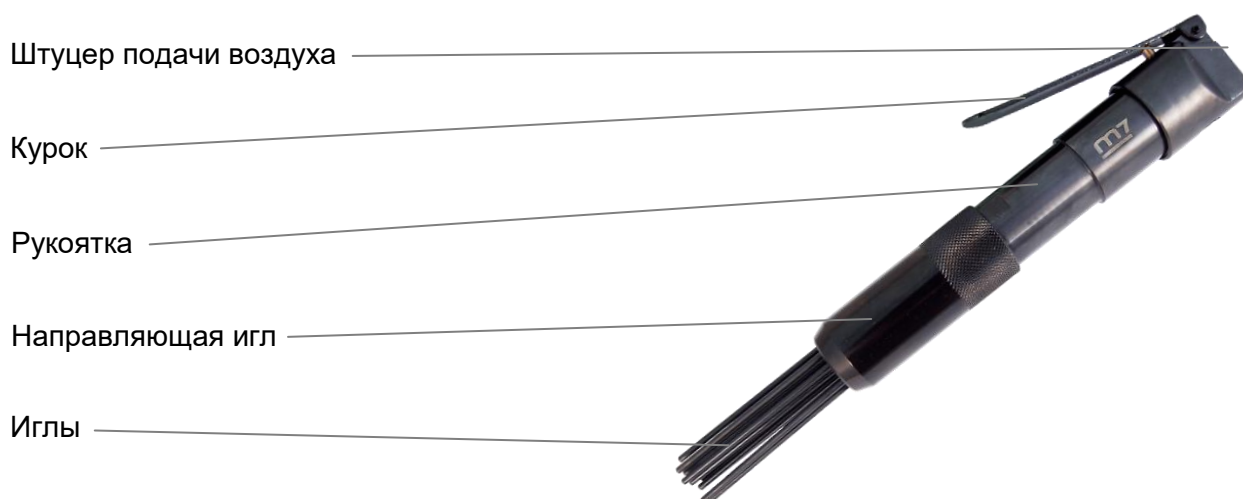

Рис. 1
- Управление ИЗМ осуществляется с использованием курка (Рис. 1), который находится под указательным пальцем.